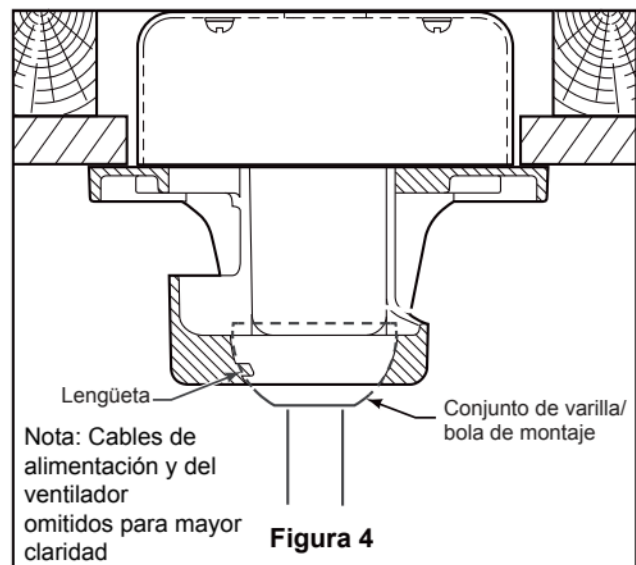

Figura 4
3. Levanta el ventilador con cuidado y coloca el conjunto de la varilla/bola de montaje en el soporte que acabas de fijar a la caja de conexiones. Asegúrate de que la ranura en la bola esté alineada con la lengüeta del soporte de montaje. (Figura 4)